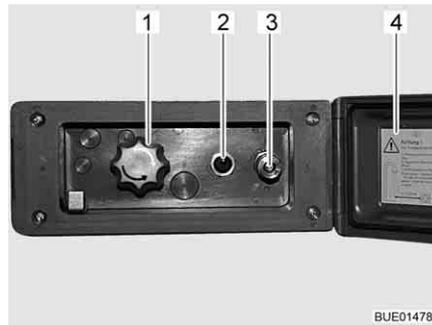

Fig. 138 Conexión de ducha exterior
- Desbloquear y abrir la tapa (Fig. 138,4).
- Conectar la manguera de la ducha exterior al cierre rápido (Fig. 138,3).
- Encender la bomba de agua con el interruptor (Fig. 138,2).
- Ajustar la temperatura del agua con el botón giratorio (Fig. 138,1) según se desee.
- Apagar la bomba de agua con el interruptor (Fig. 138,2).
- Cerrar la tapa (Fig. 138,4) y bloquearla con la llave.
- Poner el botón giratorio (Fig. 138,1) en la posición central.